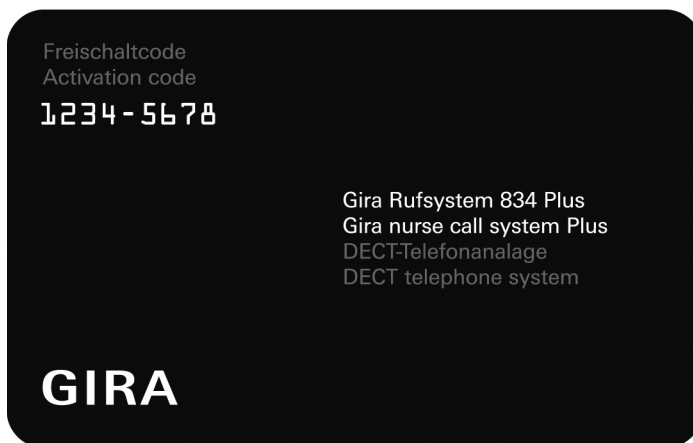

Figure 4.9: Carte à code d'activation (p. ex. d'une installation téléphonique DECT)
- Gira vous enverra une carte à code pour chaque progiciel commandé (voir figure 4.9).